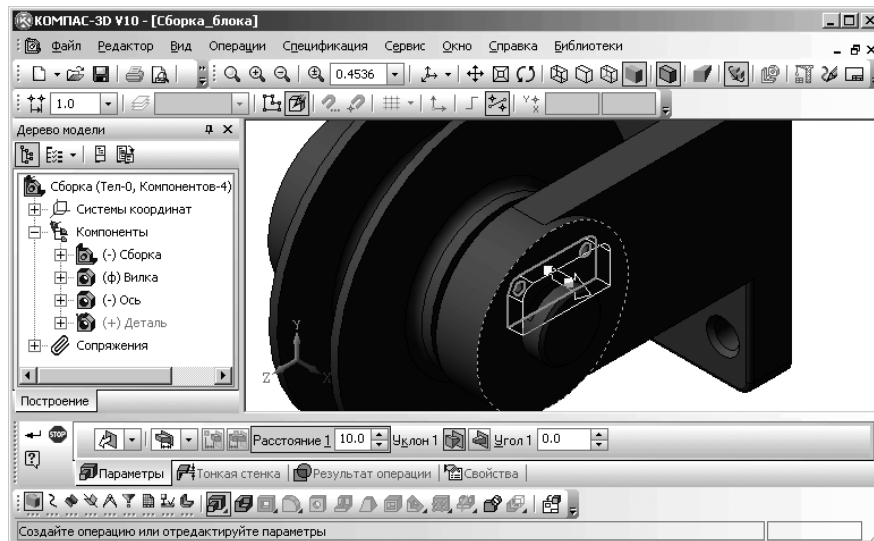

Рис. 6.88. Состояние системы в режиме выполнения операции выдавливания
- щелкните на **Компактной панели** по кнопке – **Операция выдавливания**. Появится **Панель свойств: Операция выдавливания** и фантом каркасной модели планки. Это состояние системы показано на рис. 6.88;